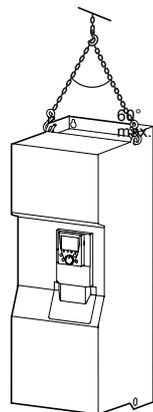

Рис. 4
- 3 Снимите фиксирующие винты, крепящие ПЧ к поддону, и извлеките его с помощью тали. Для этого он оснащен рым-болтами (рис. 4)